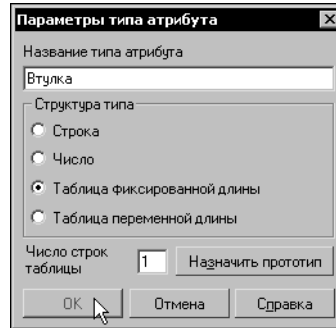

Рис. 21.2. Параметры нового типа атрибута
2. В появившемся диалоге параметров типа атрибута введите название типа атрибута *Втулка* и выберите структуру типа **Таблица фиксированной длины** с числом строк **1** (рис. 21.2).